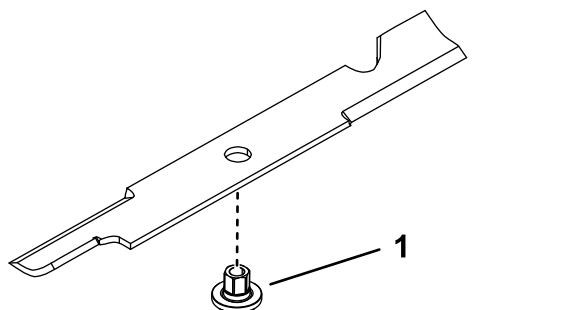

Figura 114
1. Instale el buje a través de la cuchilla con la brida del buje en el lado inferior (lado del césped) de la cuchilla (Figura 114).